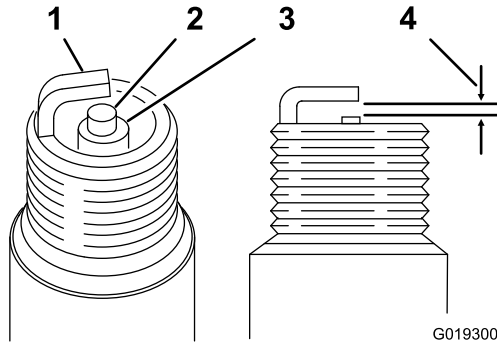

Figura 47
1. Mire la parte central de la bujía (Figura 47). Si se observa un color gris o marrón claro en el aislante, el motor está funcionando correctamente.
2. Con una galga para bujías, mida la distancia entre el electrodo lateral y el electrodo central (Figura 47).